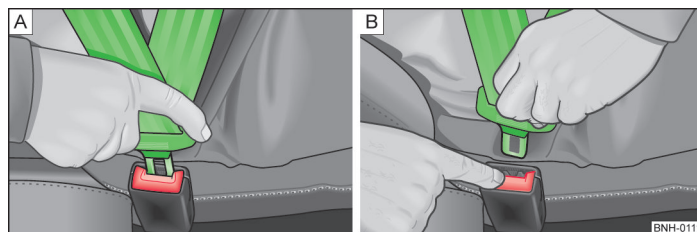

Fig. 110 Colocar y quitar el cinturón de seguridad
- ▶ Introducir la lengüeta en el cierre correspondiente al asiento » fig. 110 - [A] hasta que se oiga como encaja.
- Pulsar la tecla roja en el cierre del cinturón » fig. 110 - [B], la lengüeta del cinturón saldrá disparada.